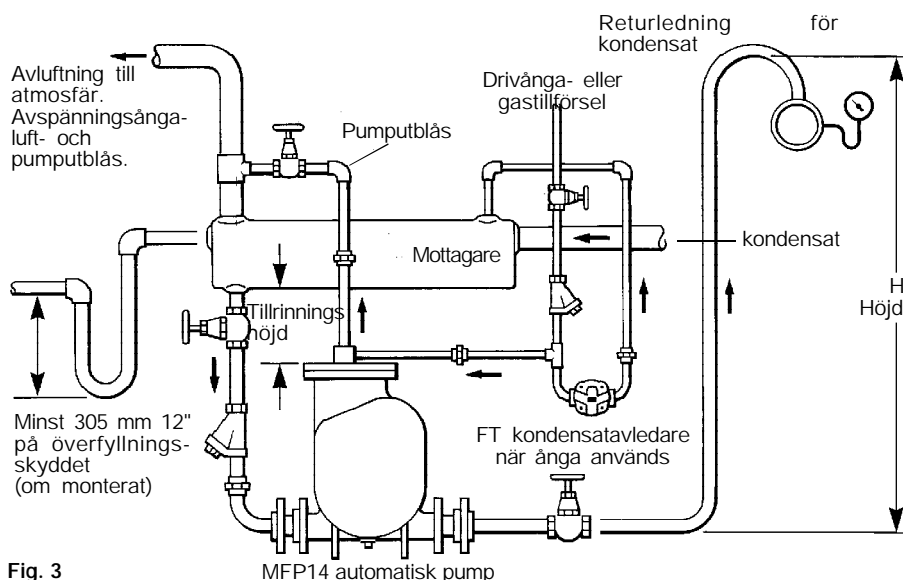

Fig. 3
1. Installera pumpen under utrustningen som ska utblåsas med utblåsningsutrustningen vertikalt uppåt. Pumpen ska installeras med rekommenderad tillrinningshöjd (utrymmet mellan toppen av pumpen och botten av kärlet visas i Fig. 3. För andra varianter av tillrinningshöjder, se separat kapacitetslista.
2. För att förhindra översvämning av utrustningen under det att pumpen utblåses, ska ett avluftat uppsamlingskärl eller ett tillrinningsrör installeras horisontellt innan pumpen vilket visas i Fig. 3. För bra dimensionering av uppsamlingskärlet, se "Kapaciteter för uppsamlingskärlet på inloppssidan"-tabellen som visas på sidan 7. Alla inloppsledningar måste vara fulloppsledningar.
3. Anslut backventilerna (12) och (12a) till pumpen och säkerställ att flödet genom ventilerna är i korrekt riktning. För bästa utförande är de horisontella rören placerade precis innan backventilen på inloppssidan och utblåsnings-backventilen ska vara så nära som möjligt. Anslut utblåset till huvud-returledningen eller till en annan returpunkt. Dra åt inlopps- och utloppsbultarna till rekommenderat åtdragningsmoment: 76 - 84 N m (56 - 62 lb/ft)
Passande uppsamlingskärlsvolym behövs för tillrinningshöjden för att klara att condensatet når pumpen under ett slag. Uppsamlingskärlet kan vara en bit rör av tjockare diameter eller en tank. Om så önskas, kan ett överfyllningsrör installeras som det visas i Fig.3 och röret till en passande dränering. Röret måste ha U-type vattenlås åtminstone 305 mm (12 in) djupt precis efter uppsamlingskärlet.